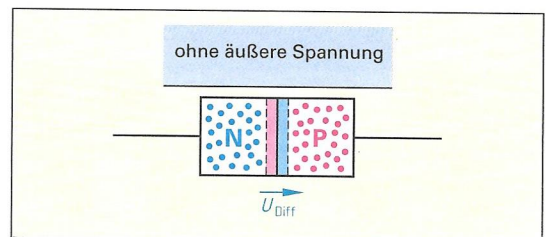

Bild 3: Diffusionsspannung
- An der PN-Schicht entsteht durch das Übertreten (diffundieren) der Ladungsträger in die jeweils andere Schicht eine Ladung. Dadurch entsteht eine Spannung, die man als Diffusionsspannung U_{Diff} (Bild 3) bezeichnet. Wie groß ist die Diffusionsspannung bei folgenden Halbleiterwerkstoffen?